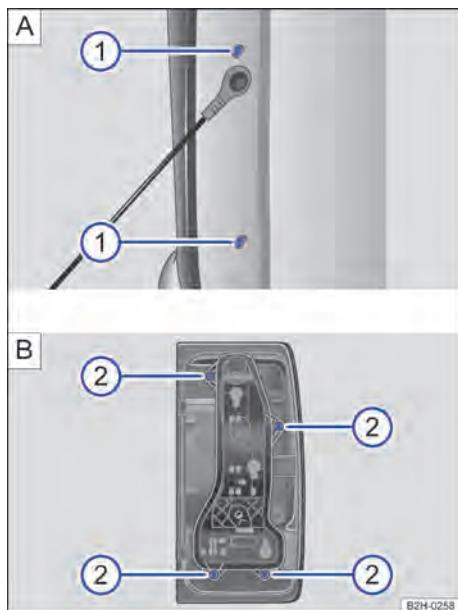

Fig. 197 **A:** lateralmente no compartimento de carga: remover a lanterna traseira. **B:** soltar o suporte da lâmpada.
3.	Remover dois parafusos de cabeça philips/Torx → Fig. 197 ① [A] com a chave de fenda da ferramenta de bordo.